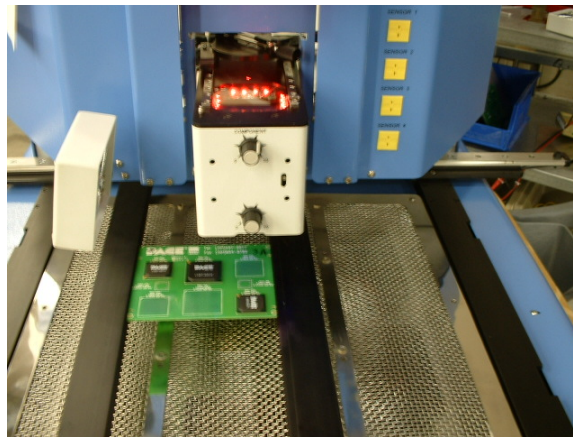

Figura 17
- vii. Cliccare col mouse sul pulsante verde. (Figura 17)